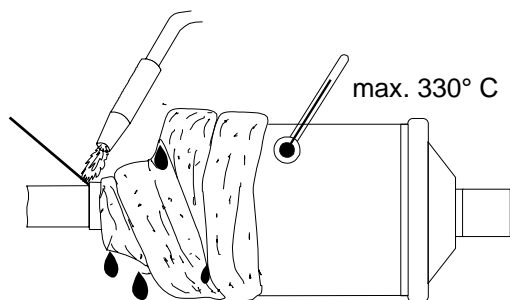

Fig. 1
- Bij filter-drogers met soldeeraansluiting dient tijdens het solderen de vlam niet op het filterhuis gericht te worden. Tevens de filter-droger met een natte doek beschermen, zodat interne delen niet kunnen beschadigen (zie fig.1).
- Pendant l'opération de brasage diriger la flamme vers l'extérieur du corps pour éviter des dommages internes. Utiliser un chiffon humide ou une protection adéquate contre l'excès de chauffe du corps (voir fig 1).